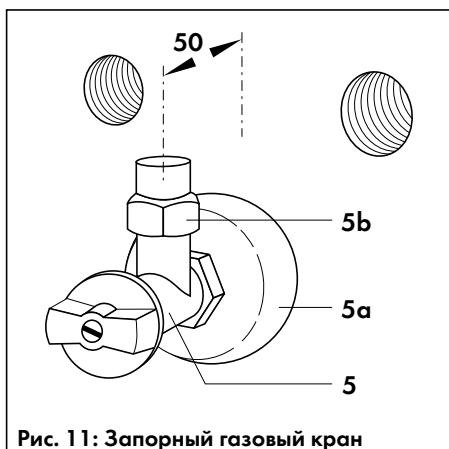
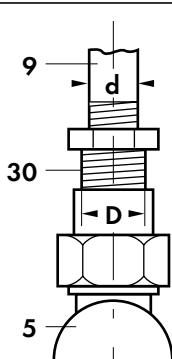

Рис. 11: Запорный газовый кран
Рис. 14: Соединение с газовым краном большего диаметра
**Примечание:** При давлении природного газа на входе менее 20 мбар прокладку газопровода вести трубой большего диаметра, чем присоединительный размер в аппарате. См. также рис. 14 на стр. 19.
- Предварительно навинтите с уплотнением верхнюю часть разъёмного резьбового соединения (5b, рис. 11) на штуцер входного газового патрубка (9, рис. 14) в аппарате. В случае, когда аппарат подсоединяется к газопроводу большого диаметра, соединение с краном большего диаметра выполняется через соответствующий переходник (30), как показано на рис. 14.
Таблица размеров к рис. 14